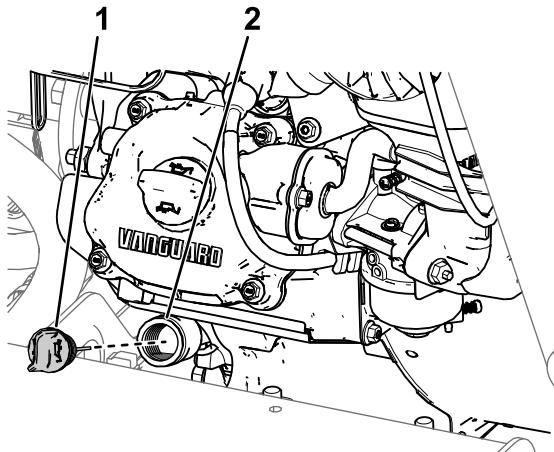

Figura 71
4. Retire la varilla del motor y límpie la varilla con un trapo limpio (Figura 71).
8. Apriete la varilla a mano en el cuello de llenado (Figura 71).